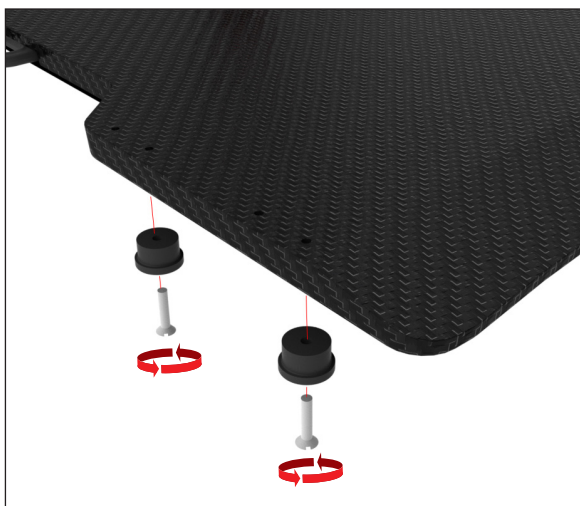

Fig. 27
1. Instalați 2 discuri de localizare (cu margine) pe fiecare parte a dispozitivului, în două dintre orificiile distanțate la 140 mm (5,5”), folosind șuruburi 1/420 x 1 1/4” (1 pentru fiecare) (Fig. 27).